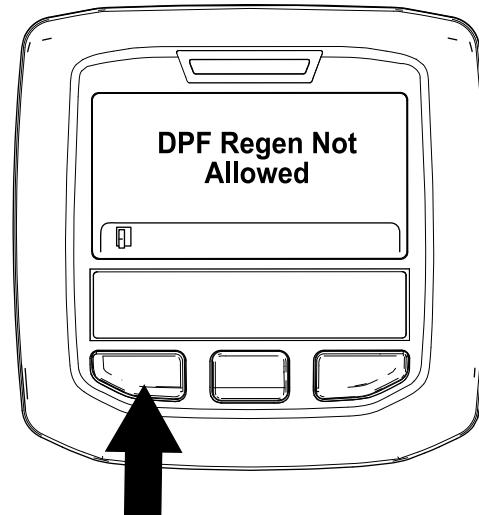

Figure 50
- Si le processus de régénération n'est pas autorisé par l'ordinateur du moteur, le message « DPF Regen Not Allowed » (régén. FAP non autorisée) s'affiche dans l'InfoCenter (Figure 50). Appuyez sur le bouton gauche pour quitter l'écran d'accueil.